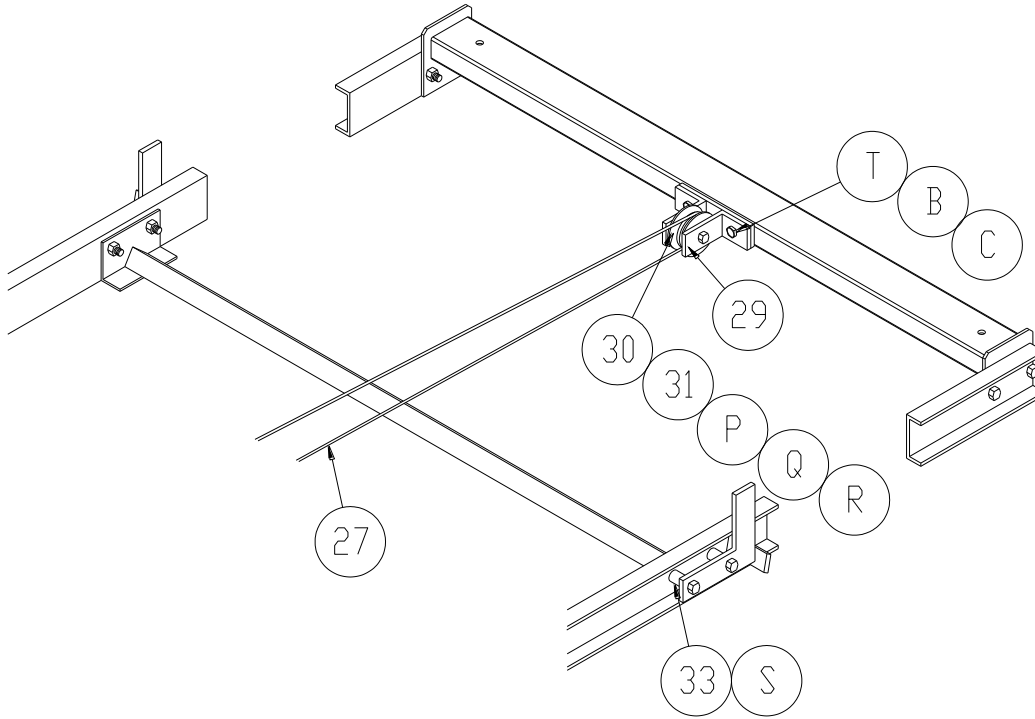

Figure 3-8.
3.8.1 AR4K / AR6K Refer to Figure 3-8.
3.8.2 BR4K Refer to Figure 3-8.